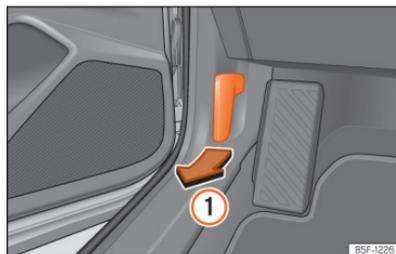

Fig. 204 Alavanca de desbloqueio no espaço para a zona dos pés do condutor.
- Abra a porta e puxe pelo manípulo que existe debaixo do painel de instrumentos >>> Fig. 204 ①.